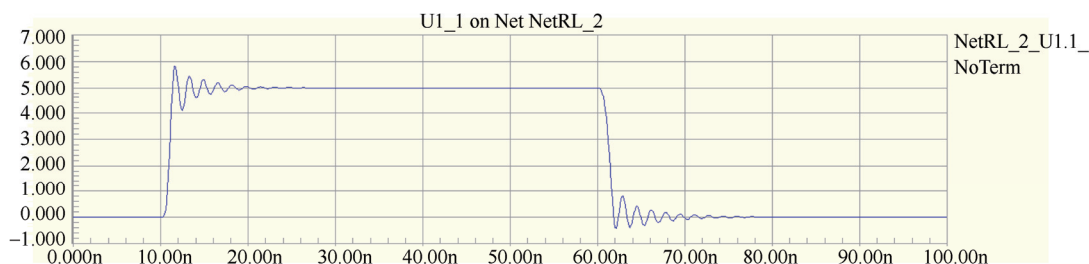

图 12-41 无补偿 RL 反射信号波形
(4) 选中元件标识符栏中“RL”行后，在信号完整性分析器中单击 **Reflection Waveforms...** 按钮，之后打开波形显示窗口，可以看到的 RL 反射信号波形，如图 12-41 所示。
与图 12-41 中波形比较，补偿后的信号上升沿后有振铃现象，下降沿后的振荡现象没有了。改变并接电阻的阻值，可以减小信号的反射失真。